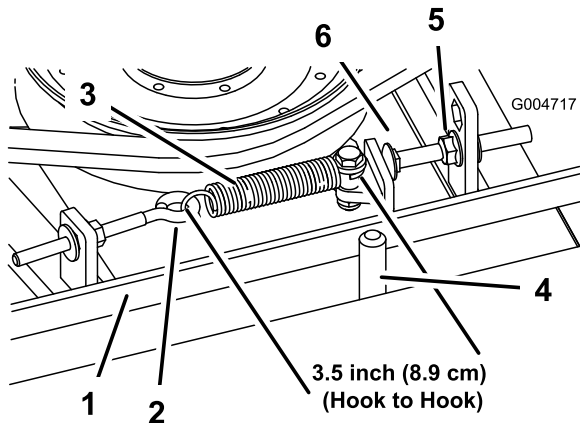

Bild 65
Wenn der Treibriemen richtig gespannt ist, sollte die Messung an der Verlängerungsfeder (Haken zu Haken) innen ungefähr $8,9 \text{ cm} \pm 6 \text{ mm}$ betragen. Wenn die Federspannung richtig ist, stellen Sie die Anschlagschraube (Schlossschraube) ein, bis der Abstand zwischen dem Schraubenkopf und dem Spannarm ungefähr $3 + 1,5/0,0 \text{ mm}$ beträgt (Bild 65).
Hinweis: Achten Sie darauf, dass der Riemen auf der Federseite der Riemenführung positioniert ist (Bild 65).
2. Lösen Sie den Augenbolzen, um die Verlängerungsfeder abzunehmen (Bild 65).
3. Lösen Sie die Bundmutter, mit der die Anschlagschraube an der Befestigungslasche befestigt ist. Schieben Sie die Mutter so weit zurück, dass der Spannarm an der Anschlagschraube vorbeigeführt werden kann (Bild 65). Bewegen Sie
8. Setzen Sie die Verlängerungsfeder (Bild 65) wieder in die Augenbolzen ein und spannen Sie den Riemen wie folgt: